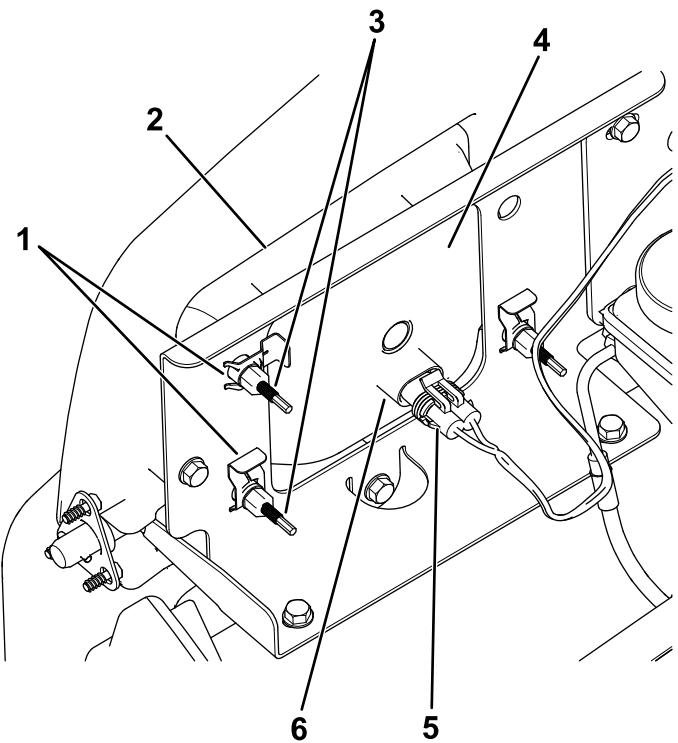

Bild 51
- 4. Entfernen Sie die Schellen, mit denen der Scheinwerfer an der Scheinwerferhalterung befestigt ist (Bild 51).
- 5. Schieben Sie den Scheinwerfer nach vorne durch die Öffnung in der vorderen Stoßstange und entfernen Sie ihn (Bild 51).
- 6. Setzen Sie den neuen Scheinwerfer durch die Öffnung in der Stoßstange ein (Bild 51).
- 8. Schließen Sie den elektrischen Anschluss für den Kabelbaum am Lampenanschluss an (Bild 51).
3. Schließen Sie den elektrischen Anschluss für den Kabelbaum vom Lampenanschluss ab (Bild 51).
5. Drehen Sie die Einstellschrauben an der Rückseite des Scheinwerfers (Bild 51), um den Scheinwerfer zu drehen und den Scheinwerferstrahl einzustellen.